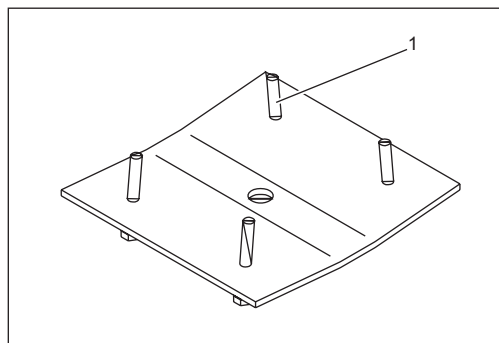

Fig. 5:
- Réglez d'avance les vis de réglage (Fig.5/1).